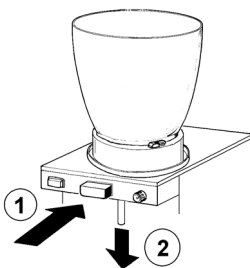

Bild 1
- 3** Betätigen Sie (1) die Taste des Hahns und entfernen Sie (2) das Gummiteil des Hahns aus seinem Sitz, indem Sie es nach unten ziehen (siehe Abbildung 1).